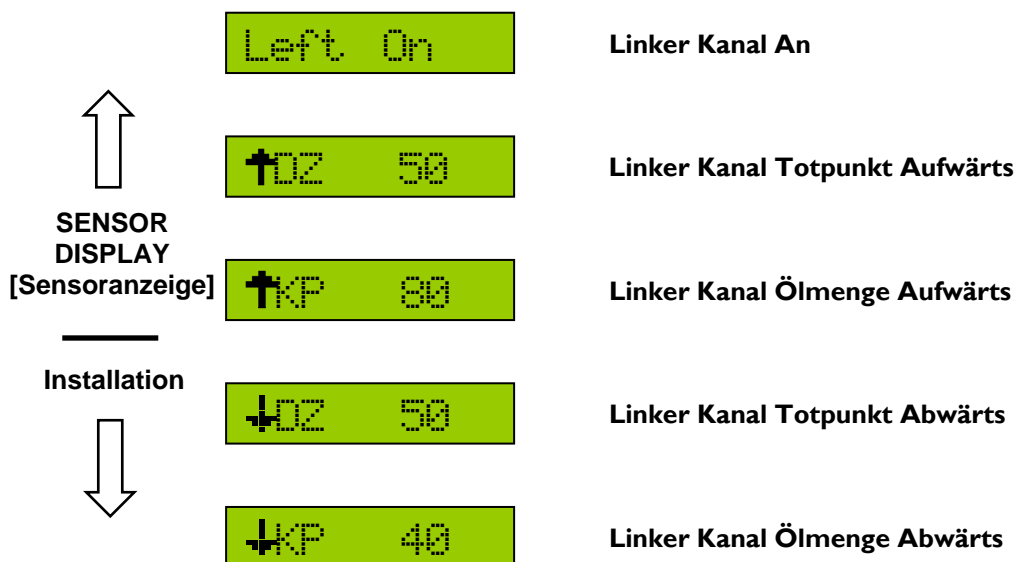

Abbildung 9: Hydraulikinstallationsmenü (für linken Kanal)
- Schalten Sie den „SETUP (NO)“ Schalter[Installation (Nein)] um, um auf die nächste Menüaufforderung zuzugreifen. Wählen Sie die Aufwärts- oder Abwärts-Totpunkteinstellung aus (**Abbildung 9**).
- Schalten Sie den "SETUP (NO)" [Installation(Nein)] Schalter hin- und her, um auf das nächste Menüanforderungszeichen zuzugreifen. Wählen Sie die Aufwärts- oder Abwärts-Totpunkteinstellung aus (**Abbildung 9**).
- Schalten Sie den "SETUP (NO)" [Installation(Nein)] Schalter hin- und her, um auf das nächste Menüanforderungszeichen zuzugreifen. Wählen Sie die Aufwärts- oder Abwärts-Ölmengeneinstellung aus (**Abbildung 9**)
- Schalten Sie den "SETUP (NO)" [Installation(Nein)] Schalter hin- und her, um auf das nächste Menüanforderungszeichen zuzugreifen. Wählen Sie die aufwärts oder abwärts Ölmengeneinstellung aus (**Abbildung 9**).